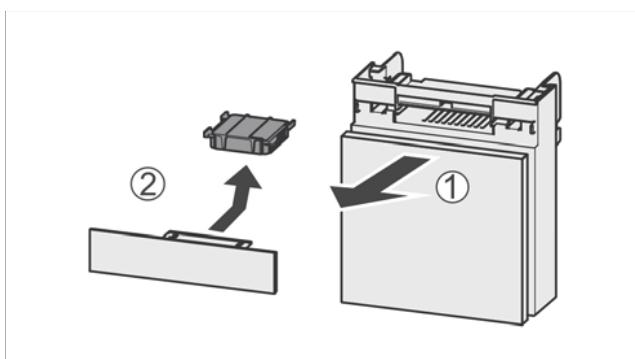

Fig. 36
- Вытянуть Fig. 36 (1) отделение движением вперед.
- Извлечь Fig. 36 (2) фильтра с активированным углем.